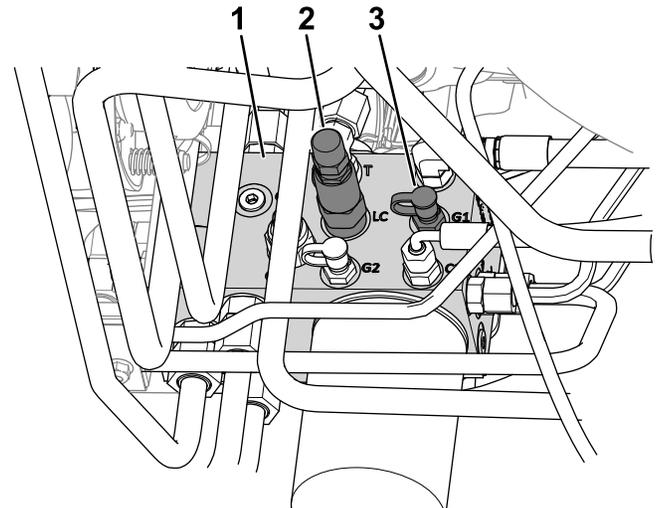

図 24
4. テストポートG1 というラベル 図 24を参照に圧力計を取り付ける。
5. 昇降マニホールドの側面で、テストポートG1 というラベル 図 24を参照についているキャップを外す。
6. 重量移動スプールLC というラベル 図 24を参照についているジャムナットをゆるめる。